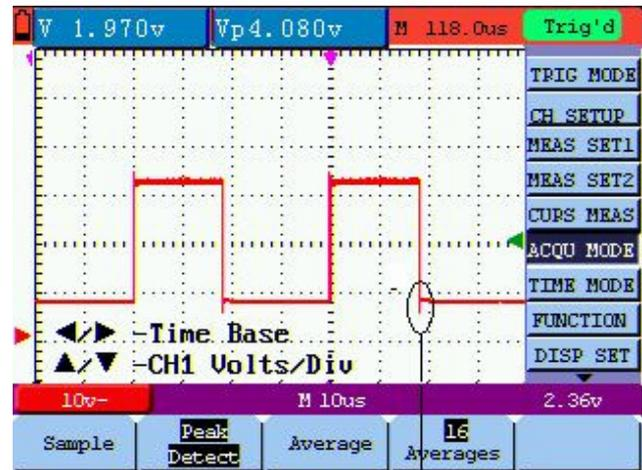

Рисунок 14. Обнаружение пиков
3. Нажмите кнопку **F2**, чтобы выбрать опцию «Peak Detect». Теперь вы можете обнаружить всплеск (см. рисунок 14)